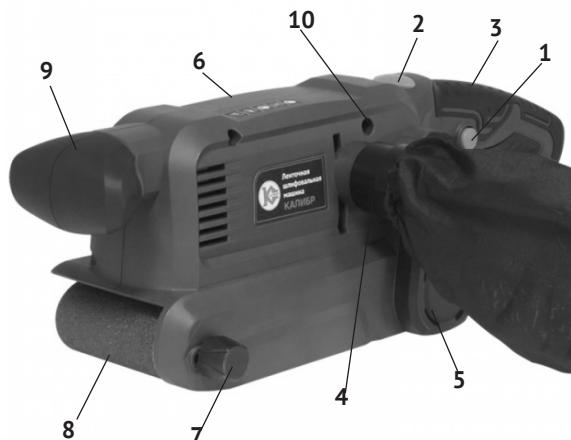

рис.1
Внешний вид шлифмашины представлен на рис.1
1.7 Механизм шлифмашины расположен в пластиковом корпусе (рис.1 поз.6), состоящем из двух половин, выполненных заодно с рукояткой (рис.1
поз.3) и передней ручкой (рис.1 поз.9). Крутящий момент с якоря электродвигателя, зубчатым ремнём передаётся на ведущий валик. Между ведущим и ведомым валиками движется абразивная шлифовальная лента (рис.1 поз.8) на тканевой основе – рабочий инструмент шлифмашины.
1.8 Клавиша выключателя (рис.1 поз.1) расположена в нижней части рукоятки.
Включение шлифмашины осуществляется нажатием на клавишу выключателя. Фиксация клавиши в рабочем положении, осуществляется кнопкой (рис.1 поз.2), расположенной слева на рукоятке. При повторном нажатии на клавишу, кнопка фиксации и клавиша (со щелчком) возвращается в исходное
1.9 Пылесборник, входящий в комплект поставки, устанавливается на патрубок пылеотвода (рис.1 поз.4) и предназначен для сбора шлама и пыли, образующейся в процессе шлифования. Поток воздуха из корпуса к патрубку обеспечивает крыльчатку двигателя.
- включите машину на холостом ходу и отцентрируйте регулятором (рис.1 поз.7) прямой ход ленты;
- при выключенном инструменте, установите пылесборник на патрубок пылеотвода (рис.1 поз.4);
- вставить винт - струбцину (рис.1 поз.11, в комплект поставки не входит) в отверстие левой половины корпуса;